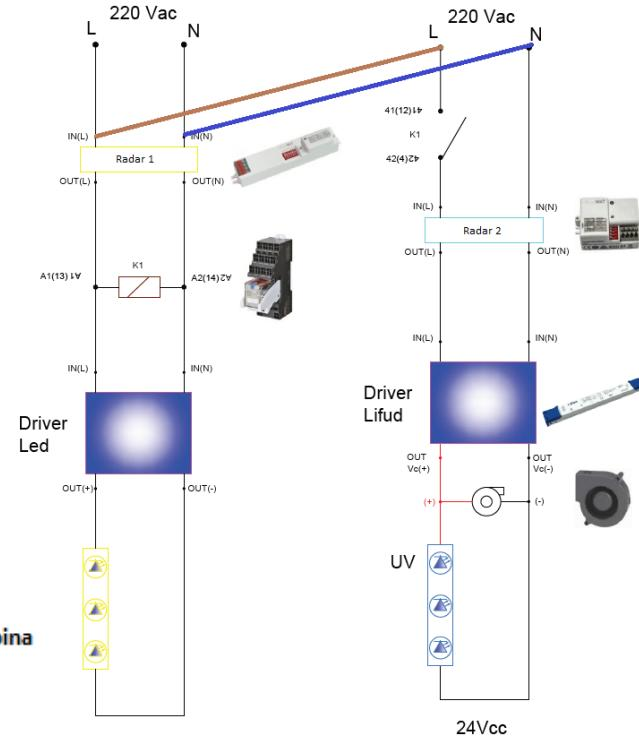

Fig. 8
- VIII. La salida OUT Vc(+) y OUT Vc(-) del driver se conectarán al positivo (+) y negativo (-) de la luminaria led y del ventilador (Fig. 8).